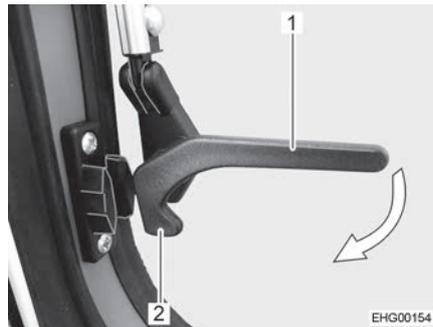

Fig. 31 Palanca de bloqueo de al lado (posición "abierta")
- Girar la palanca de bloqueo de al lado (Fig. 31,1) un cuarto de vuelta hacia el marco de la ventana hasta que engatille el saliente de bloqueo (Fig. 31,2).